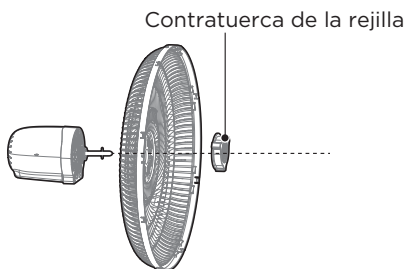

Fig 1
1. Desenrosque el rotor en el sentido de las agujas del reloj (o saque el rotor de la bolsa) y la tuerca de plástico en el sentido contrario a las agujas del reloj para retirar ambos. Fije la rejilla trasera al motor y vuelva a apretar la tuerca de plástico. (Fig. 1)